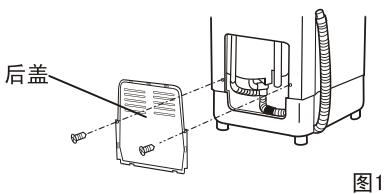

图1
1. 松开后盖紧固螺钉,卸下后盖,注意不可用力过猛,防止弄断后盖卡爪。(如图1所示)